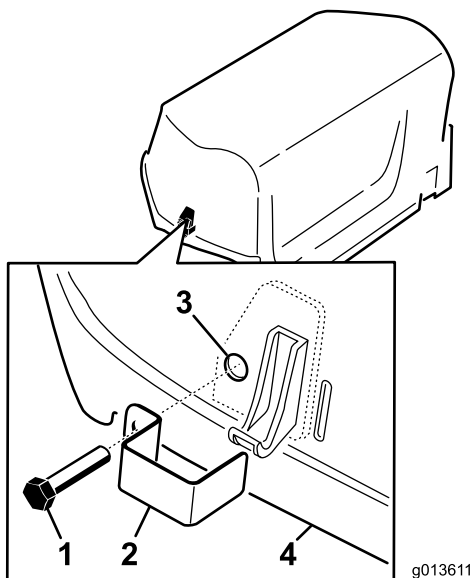

Figure 7
1. Fixez une gâche sur les verrous gauche et droit du capot (Figure 7) avec une vis d'assemblage (2 en tout).
2. Avec une pince ou une clé réglable, vissez une rondelle de blocage interne sur chaque boulon (1 à 2 filets) pour fixer les vis (Figure 7).